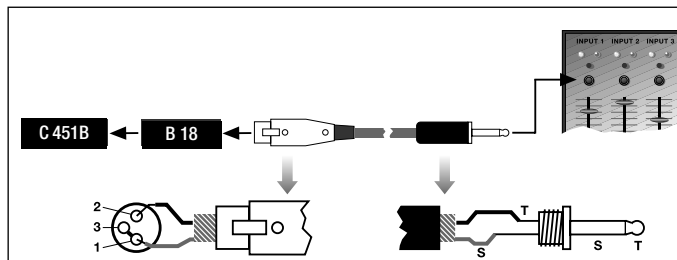

Fig. 2: Collegamento ad un ingresso asimmetrico
1. Nella presa XLR, collegate con un ponte a filo i contatti 1 e 3 e portateli sullo schermo del cavo. Vedi fig. 2.